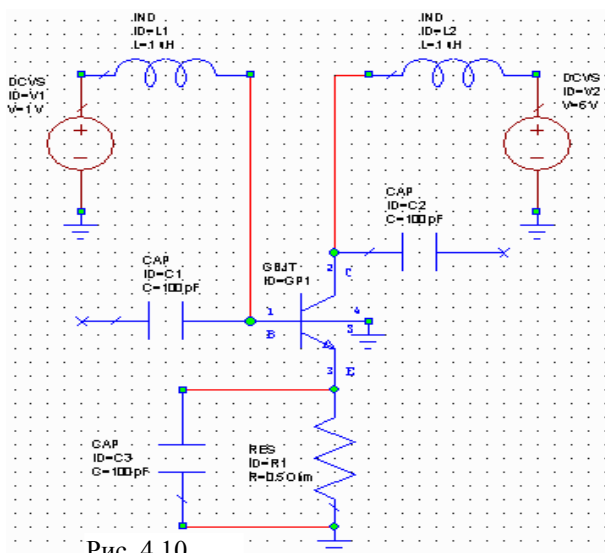

Рис. 4.10
2. Дважды щёлкните левой кнопкой мышки по группе **Lumped Element**, чтобы развернуть её. Щёлкните левой кнопкой мышки по подгруппе **Capacitor** в группе **Lumped Element**. Нажмите левой кнопкой мышки на модель **CAP** и перетащите её в окно схемы. Отпустите кнопку мышки, позиционируйте элемент на клемме 1 транзистора **GBJT**, как показано на рис. 4.10, и щёлкните левой кнопкой мышки, чтобы зафиксировать элемент.
3. Дважды щёлкните левой кнопкой мышки по элементу **CAP** в окне схемы. Откроется диалоговое окно **Element Options**. Введите **100** в поле **Value** для ёмкости (C) и нажмите **OK**.
ровать и вставить элемент. Подключите скопированный элемент к узлу **2** транзистора **GBJT**, как показано на рис. 4.10, и щёлкните левой кнопкой мышки, чтобы зафиксировать элемент.
5. Снова нажмите клавиши **Ctrl+V**, щёлкните правой кнопкой мышки, чтобы развернуть скопированный элемент и установите его слева от резистора **Res**, как показано на рис. 4.10.
6. Поместите курсор на верхней клемме элемента **CAP ID=C3**. Курсор должен отображаться в виде соленида. Щёлкните левой кнопкой мышки и затем перетащите курсор к клемме **3** транзистора **GBJT** и щёлкните левой кнопкой мышки, чтобы зафиксировать провод. Аналогично соедините проводом нижнюю клемму элемента **CAP ID=C3** с землёй. Схема будет выглядеть, как показано на рис. 4.10.